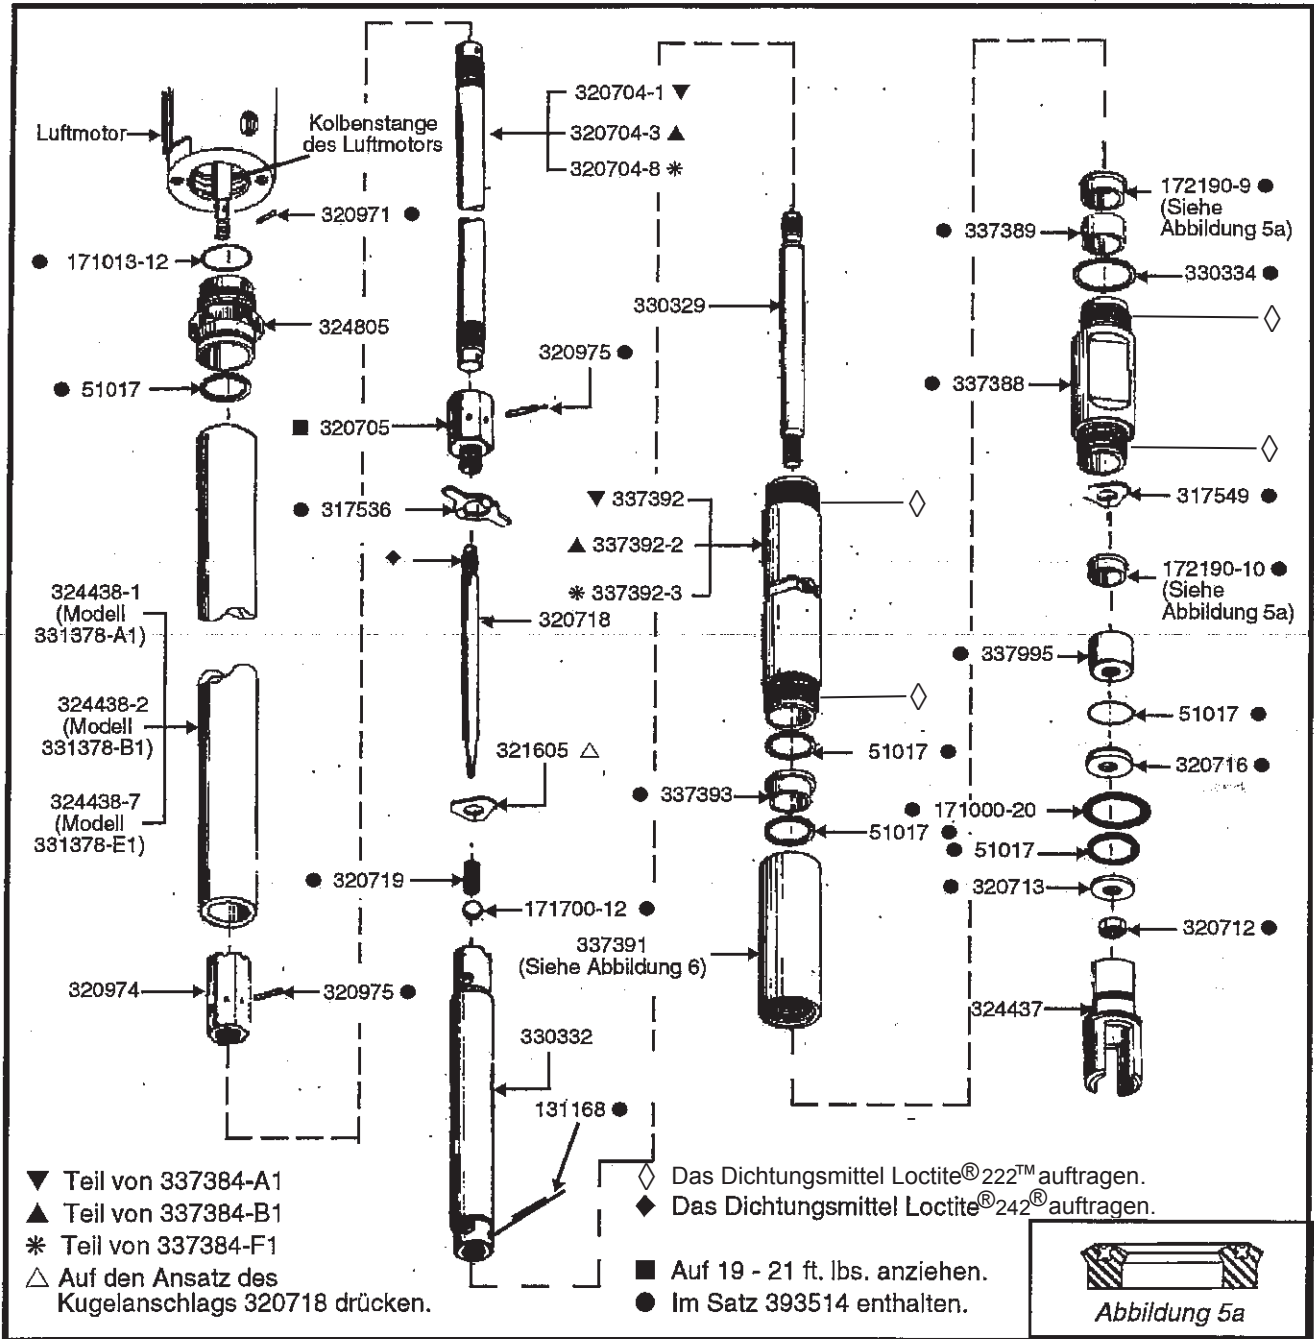

Abbildung 5: Wiederausammenbau des Pumpenrohrs 337384-A1, 337384-B1 bzw. 337384-F1
Wartung der Pumpenrohrbaugruppe: (Abbildung 5)
WIEDERZUSAMMENBAU DES PUMPENROHRS (Abbildung 5)
14. Die Unterlegscheibe 330334 über das Ende des Verlängerungsstücks 337388 mit blankem Metall jenseits des Endes der Gewinde schlüpfen (Siehe Abbildung 5 für die ordnungsgemäße Ausrichtung des Verlängerungsstücks).
22. Die Ansaugstange 330329 großzügig schmieren. Das Ventil mit der Dichtung auf die Stange anbringen. (Siehe Abbildung 5 für die ordnungsgemäße Orientierung des Ventils).